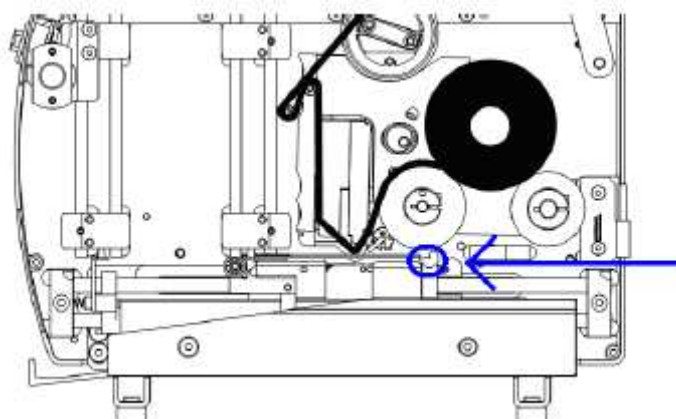

図65 – 電源を切った状態で鋼の口を左に押して左に移動させます
6. 右に動かすには、 (図65) の黒いプラスチック部分を右に押しします。
2. イソプロピルアルコール繊維または糸くずの出ない布にエタノールかIPAを浸し、プリントヘッド (ヒーターライン) の底部とスライドに接触する端部分をしっかり擦り、残留物が見えなくなるまで数回繰り返します (図65参照)